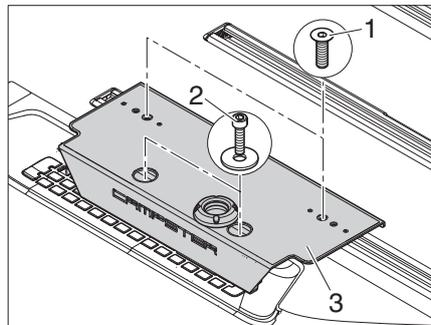

Bild 58 Küchenblockhalter
- Zwei Innensechskant-Senkschrauben (Bild 58,1) herausschrauben.
- Zwei Innensechskant-Schrauben (Bild 58,2) mit Scheiben herausschrauben.
- Küchenblockhalter (Bild 58,3) abnehmen.